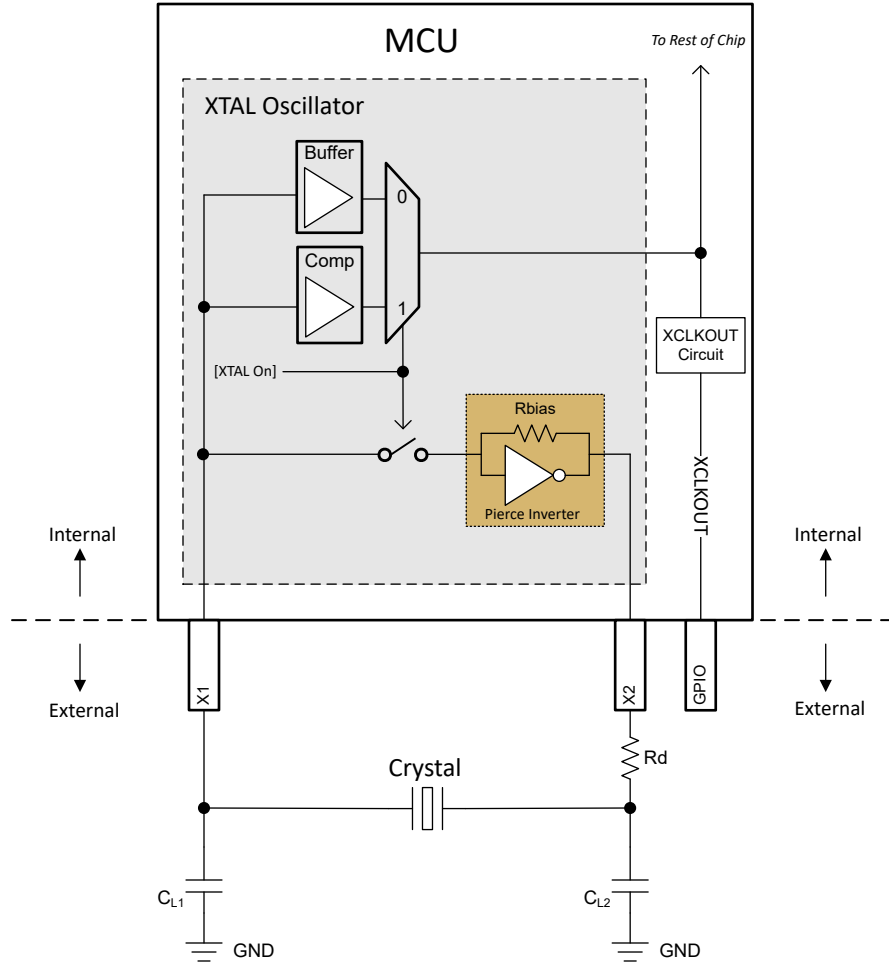

图 6-14. 电子振荡器方框图
该器件中的电子振荡器是皮尔斯振荡器。它是一个正反馈逆变器电路，需要一个调优电路才能振荡。当这个振荡器与一个兼容的晶体配对时，会形成振荡电路。该振荡电路在晶体的基频处振荡。在该器件上，由于分流电容器 (C0) 和所需的负载电容器 (CL)，振荡器被设计成在并联谐振模式下运行。图 6-14 所示为电子振荡器和振荡电路的元件。
根据图 6-14，CL1 和 CL2 是串联的；因此，要找到晶体看到的等效总电容，必须应用电容串联公式：如果  $CL1 = CL2$ ，只需计算  $[CL1]/2$  即可。